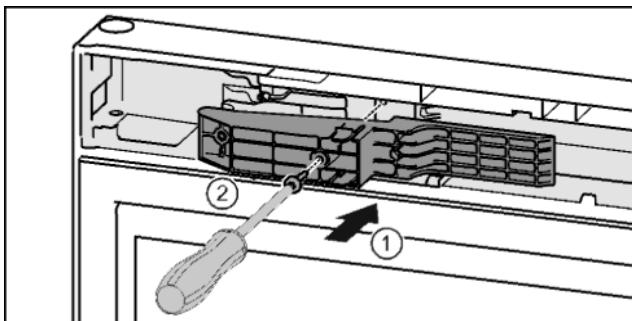

Fig. 45\*
- ▶ Вставить деталь адаптера в отверстие на стороне ручки. Fig. 45 (1)\*
- ▶ Затянуть винты отверткой T15. Fig. 45 (2)\*